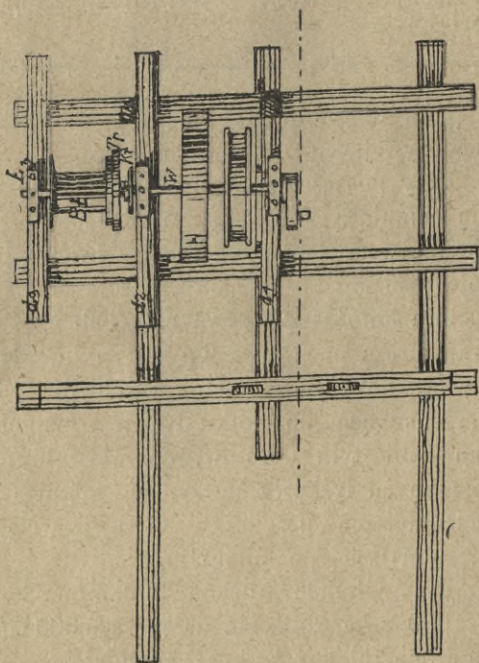

Fig. 11.
6) Żóraw z łyżkowaniem konstrukcyi W. Wolski & W. Pruszkowski (1899 r.) fig. 11. Przy tym żórawiu bęben łyżkowy ułożony jest w przedłużeniu wału korbowego i poruszany wprost od tegoż przy pomocy patentowanego sprzęgła taśmowego. Bęben otrzymał średnicę 500 mm i 800 mm długości. Zresztą budowa całego żórawia taka sama, jak opisano pod 4).